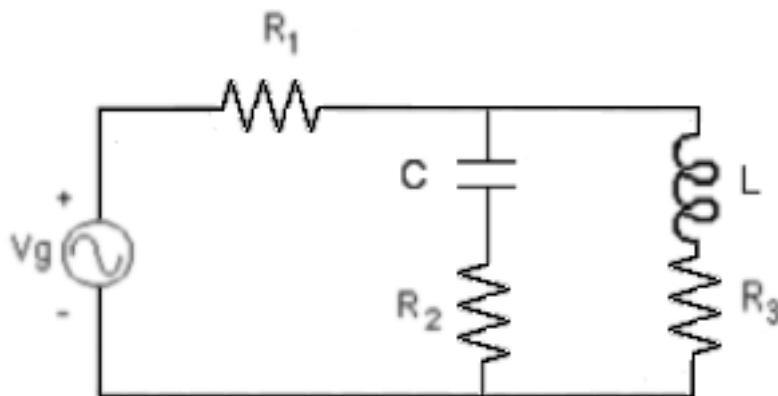

Figura 7.3.- Circuito para análisis en régimen sinusoidal permanente
5.- Realice el análisis TRANSIENT del circuito de la Figura 7.3 para determinar la magnitud del voltaje y de la corriente en la rama capacitiva (formada por el condensador y la resistencia R_2 en serie). Calcule con la mayor precisión posible el desfase entre ambas señales, ayudándose de las herramientas que ofrece el programa. (Nota: Como la escala de la corriente puede ser mucho menor que la del voltaje sobre el condensador cuando se colocan en la misma gráfica, para determinar el desfase puede hacerlo graficando el voltaje en el condensador y el voltaje sobre R_2 , ya que el voltaje y la corriente en la resistencia tienen la misma fase).
6.- Realice el análisis TRANSIENT del circuito de la Figura 7.3 para determinar la magnitud del voltaje y la corriente de la rama inductiva (formada por la inductancia y la resistencia R_3 en serie) y calcule el desfase entre ambas señales.
7.- Realice el análisis TRANSIENT del circuito de la Figura 7.3 para mostrar el voltaje y la corriente de la impedancia en paralelo (voltaje sobre la impedancia en paralelo y corriente en R_1) y calcule el desfase entre ambas señales.